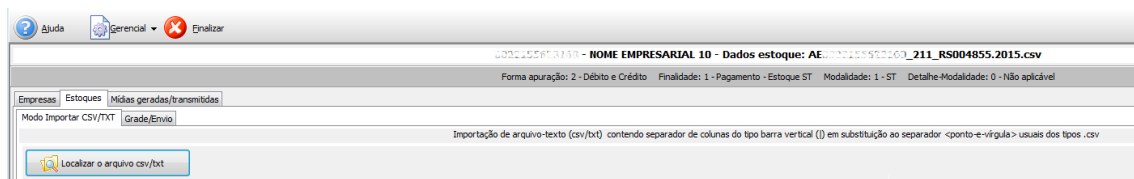

Figura 23: Importar arquivo CSV/TXT
Para importar a informação proveniente de um arquivo CSV/TXT, o contribuinte deve informar essa opção no cadastramento da empresa e, após selecionada a empresa cadastrada, o usuário deve acessar a guia <Estoques>, conforme demonstrado na Figura 23 abaixo, onde estará habilitado o botão <Localizar Arquivo CSV/TXT>.
- **Cinza:** arquivos não transmitidos. Para transmitir basta selecionar o combo da coluna <Enviar> para que a opção de envio fique habilitada e, assim, acionar o botão <Enviar mídias selecionadas> da Figura 23 e aguardar que a transmissão seja concluída. Após esse procedimento, essas linhas passam a ser exibidas com a cor azul, indicando o *status*